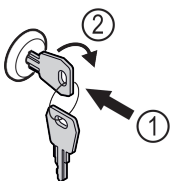

Fig. 52
- ▶ Klíč zasuněte dovnitř Fig. 52 (1).
- ▶ Otáčejte klíčem o 90° ve směru hodinových ručiček Fig. 52 (2).